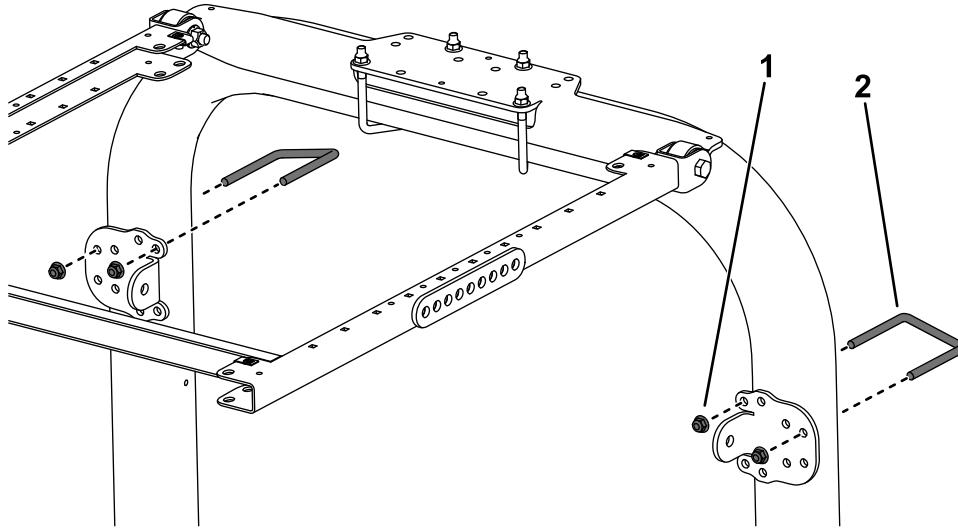

Figura 4
4. Utilizando os furos de montagem mostrados na Figura 4, monte sem apertar completamente cada um dos suportes de cinta às colunas da barra de segurança com uma cavilha em U ($3\frac{1}{8}$ pol. x 4 pol.) e duas porcas flangeadas.